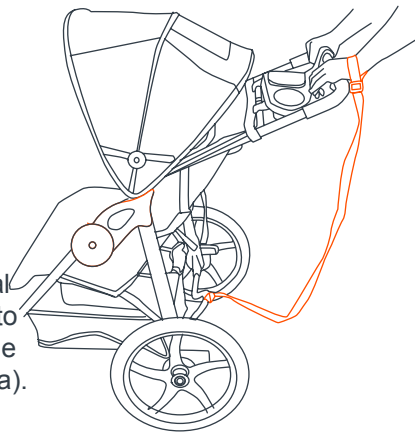

Fig. 16a
**16) • CORREA DE SEGURIDAD PARA LA MUÑECA:** Siempre conecte la correa de seguridad a cualquiera de las muñecas al trotar. Esta correa evitará que el cochecito ruede fuera de su alcance en caso de que usted se tropiece mientras corre (Fig. 16a).